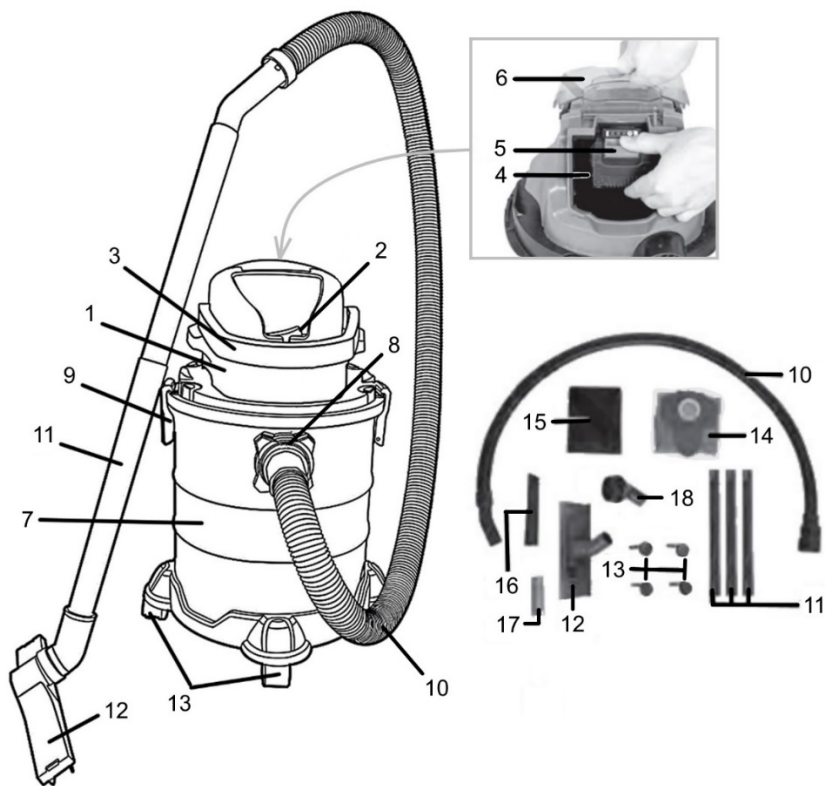

Рисунок 1
Вставте поворотні ролики (13, рисунок 1) у відповідні отвори нижньої частини платформи бака (7, рисунок 1), як це продемонстровано на рисунку 2. Сильно притискайте кожний ролик до тих пір, поки вони надійно не зафіксуються з характерним «кляцанням».
3.4.1 Надягніть протипиловий фільтр зі спіненого матеріалу (15, рисунок 1) на каркас фільтра з нижньої сторони головного блока виробу (1, рисунок 1).
3.4.2 Якщо планується сухе прибирання, встановіть необхідним чином паперовий мішок для сміття (14, рисунок 1) всередині бака (7, рисунок 1), як це показано на рисунку 3. При цьому отвір мішка сумістіть зі всмоктувальним отвором (8, рисунок 1) з внутрішньої сторони бака. Якщо прибирання буде включати всмоктування рідин, то паперовий мішок встановлювати не треба.
3.4.3 Змонтуйте головний блок виробу (1, рисунок 1) на верхній частині бака (7, рисунок 1) таким чином, щоб роз'єм видувного отвору (на головному блоці) був з протилежного боку від роз'єму всмоктувального отвору (8, рисунок 1). Зафіксуйте головний блок за допомогою фіксаторів (9, рисунок 1), як це показано на рисунку 4.
- Для режиму всмоктування: під'єднайте шланг (10, рисунок 1) до роз'єму всмоктувального отвору (8, рисунок 1).
- Для режиму обдування: під'єднайте шланг (10, рисунок 1) до відповідного роз'єму видувного отвору, який знаходиться на корпусі головного блока виробу (1, рисунок 1).
Для зручності використання виробу, під'єднайте до всмоктувального шланга (10, рисунок 1) один або декілька елементів всмоктувальної труби (11, рисунок 1). На зібрану всмоктувальну трубу встановіть необхідну насадку:
- щілинна насадка (16, рисунок 1) призначена для всмоктування твердого сміття і рідини в кутах і в інших важкодоступних місцях;
- універсальна насадка (12, рисунок 1) призначена для всмоктування твердого сміття і рідин з поверхонь середніх і великих розмірів;
- меблева насадка (18, рисунок 1) призначена для всмоктування твердих речовин на м'якій оббивці.
Відкрийте кришку акумуляторного відсіку (6, рисунок 1), відкинувши її вгору. Вставте акумуляторну батарею (5, рисунок 1) у відсік (4, рисунок 1) і посуňte її вглиб по напрямним, щоб вона зафіксувалася з характерним «кляцанням». Виріб готовий до роботи.
Використовуйте для всмоктування при сухому прибиранні паперовий мішок для сміття (14, рисунок 1), фільтр зі спіненого матеріалу (15, рисунок 1) також може бути надягнений на відповідний каркас фільтра (розташований з нижньої сторони головного блока виробу).
При вологому прибиранні паперовий мішок для збору сміття (14, рисунок 1) повинен бути знятий з виробу. Використовуйте тільки фільтр зі спіненого матеріалу (15, рисунок 1).
Під час вологого прибирання запобіжний поплавковий клапан закривається після досягнення максимального рівня заповнення ємності бака (7, рисунок 1). При цьому змінюється шум, який видає пилосос при всмоктуванні – він стає гучніше. У такому випадку вимкніть пилосос і спорожніть бак, знявши головний блок пилососа (1, рисунок 1).
Під'єднайте шланг (10, рисунок 1) до роз'єму видувного отвору, який знаходиться на корпусі головного блока виробу (1, рисунок 1). Для зручності використовуйте щілинну насадку (16, рисунок 1) з одним або декількома елементами всмоктувальної труби (11, рисунок 1).
4.4 Для ввімкнення пилососа натисніть перемикач «Увімк/Вимк» (2, рисунок 1) з боку символу «I», для вимкнення – натисніть перемикач з боку символу «O».